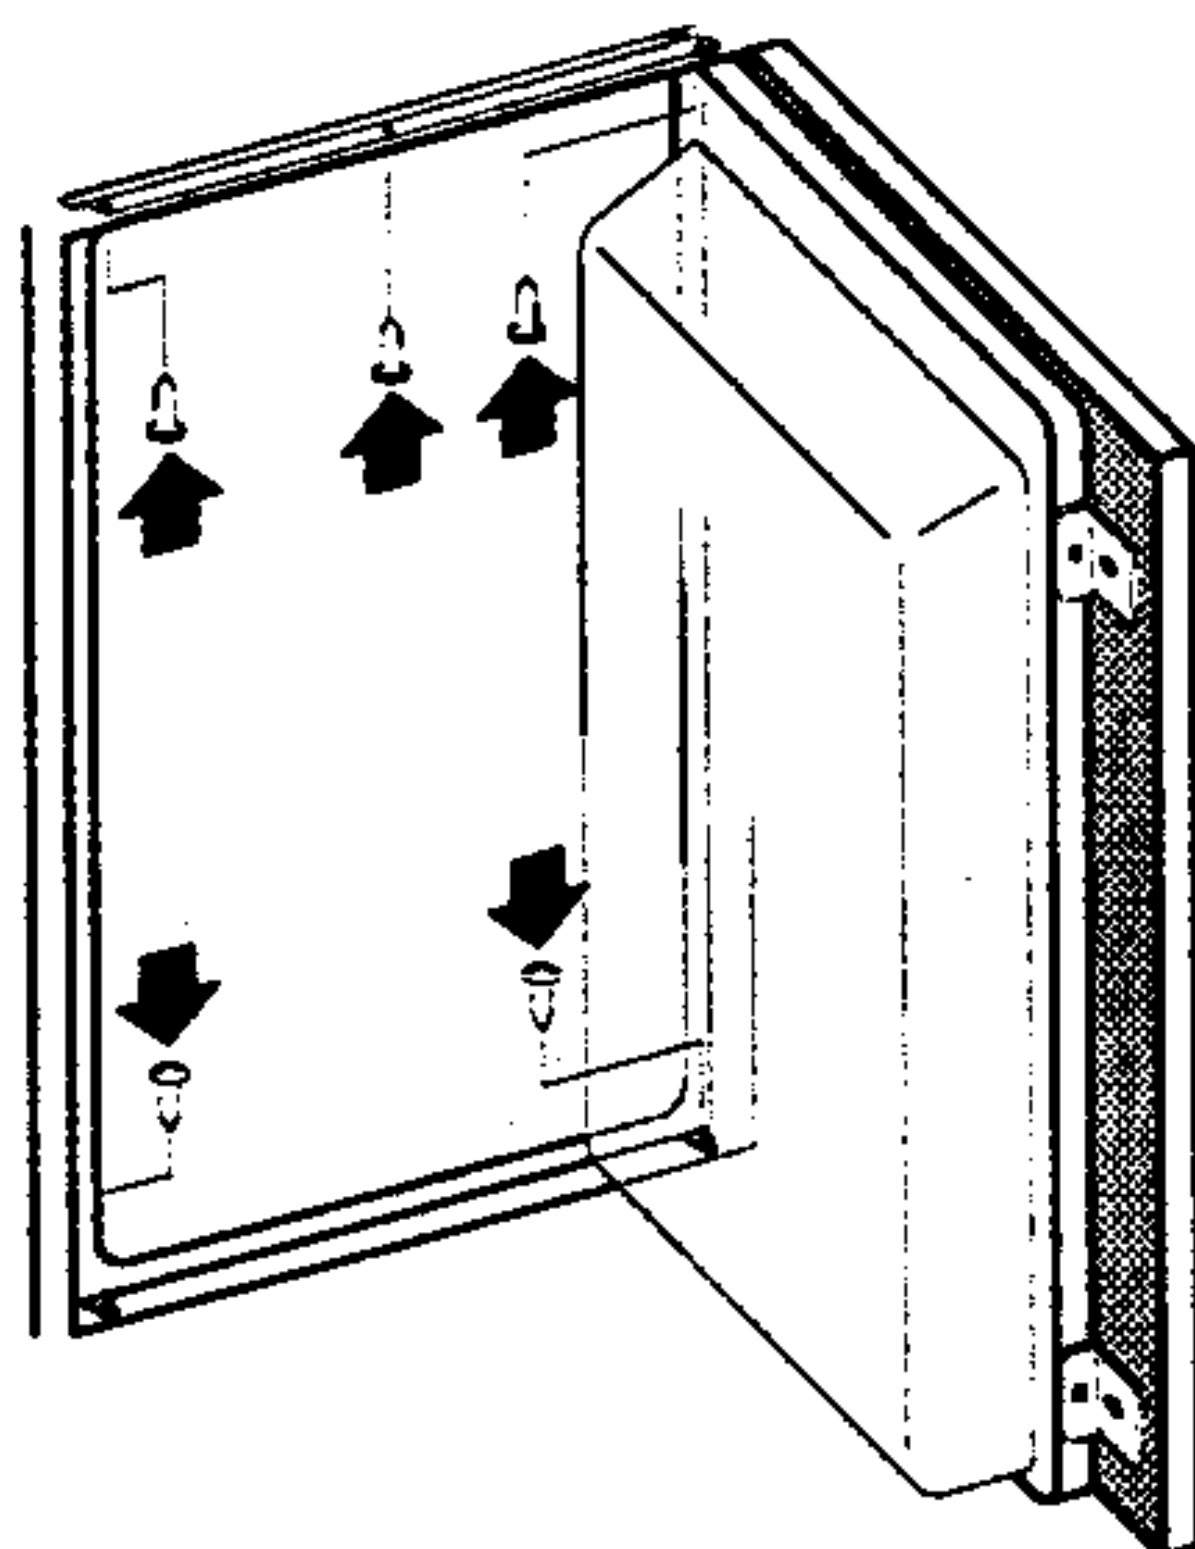

figure. 5
- A la fin, fixez l'appareil dans le meuble. Vissez l'appareil à la partie haute du meuble avec trois vis par la plaquette du haut (A 4 x 12) et au fond du meuble avec deux vis par les pivots inférieurs (A 4 x 16). Forez les trous de  $\varnothing 3 \times 5$  pour les vis de (Figure 5).